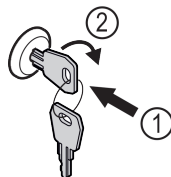

Fig. 170
- ▶ Vstavite ključ Fig. 170 (1).
- ▶ Ključ obrnite v smeri urnih kazalcev za 90° Fig. 170 (2).